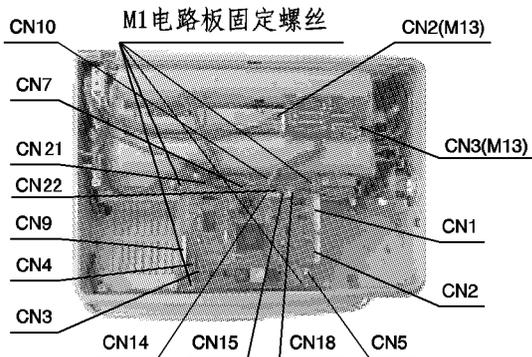
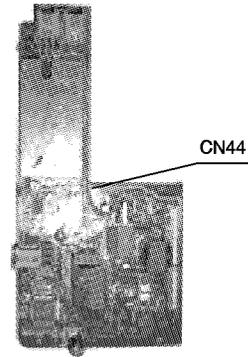
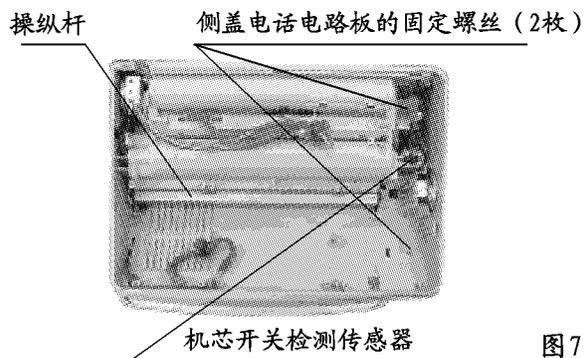
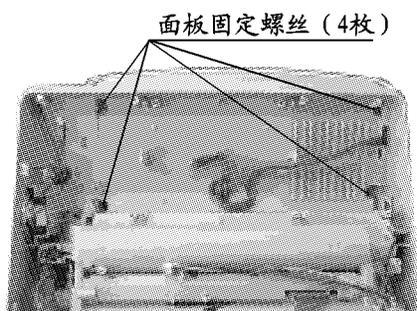

图 7-3
图 7-4
图 7-5
图7-6
(图7-3、图7-4)
d) 拔下CN9排插，取下M9(电源)电路板。(图7-3)
e) 拆卸固定M1电路板的4枚螺丝。(图7-3)
f) 拔下CN3-CN5、CN7、CN10、CN14、CN15、CN18、CN21、CN22，拆卸M1电路板。(图7-3)
g) 拔下CN2、CN3排插，拆卸M13电路板。(图7-3)
(2) M2(操作)电路板、LCD的拆卸方法
b) 拆下操纵杆和面板螺丝(4枚)。(图7-5、图7-6)
(2) 打印头的更换方法
- a) 打开后盖，拔下CN21、22。（图7-3）
(7) 机芯单元开关检测传感器的更换。
- b) 拆卸固定电话电路板的侧盖上的螺丝（2枚），取出电话电路板。（图7-5）
(8) 扭矩限制器的更换。